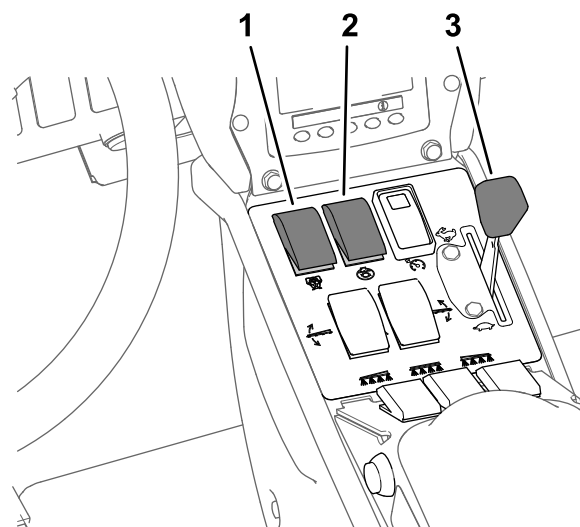

Figura 37
8. Impostate l'interruttore dell'agitatore e l'interruttore della pompa di irrorazione in posizione di ACCENSIONE (Figura 37).
9. Impostate l'acceleratore in posizione VELOCE (Figura 37).
Nota: Questa procedura prevede che la pompa di irrorazione sia accesa; fate riferimento a Figura 37 in Irrorazione in modalità con volume di applicazione (pagina 37).
4. Regolate l'acceleratore alla velocità del motore desiderata per irrorare; fate riferimento a Figura 37 in Irrorazione in modalità con volume di applicazione \(pagina 37\).